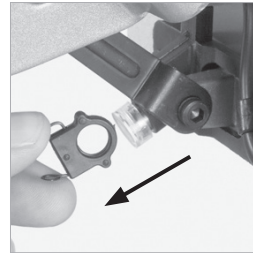

Abb. 38
- **(Abb. 38)** Lösen Sie den Betätigungsarm der Schutzrichtung.